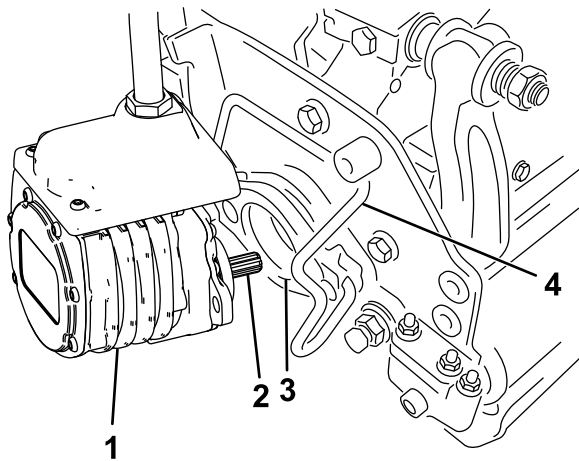

图54
6. 在滚刀组马达的花键轴上涂抹干净的润滑脂 图54。
7. 将马达插入滚刀组左侧从操作员的位置看并将滚刀组上的马达固定架拉向马达直到听见马达两侧发出“咔哒”的声音 图54。